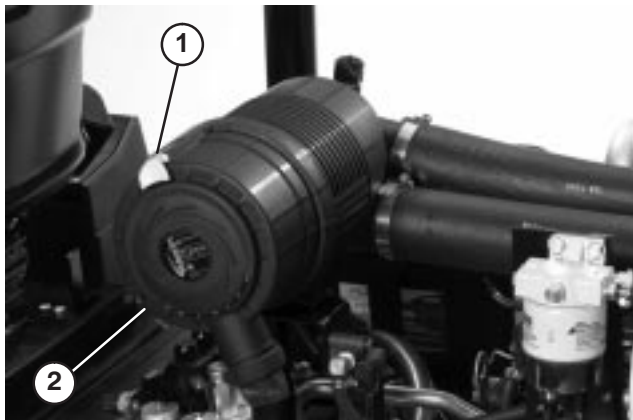

Figure 44
1. Desserrez les fixations qui maintiennent le couvercle sur le corps du filtre à air (Fig. 44). Séparez le couvercle du corps. Nettoyez l'intérieur du couvercle.